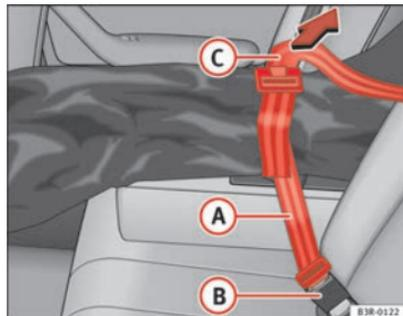

Fig. 118 Modo de asegurar el saco para objetos alargados en el cierre del cinturón de seguridad central del asiento trasero
- Introduzca el cinturón ⇒ fig. 118 del saco en el cierre del cinturón central .